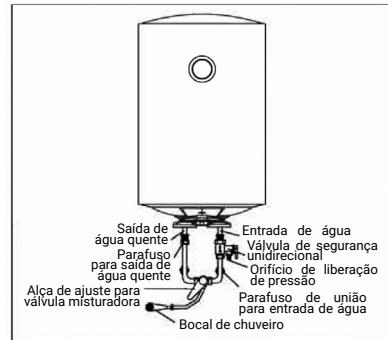

Fig. 3
- Para evitar vazamentos na conexão dos tubos, as juntas de borracha fornecidas com a garrafa térmica devem ser colocadas nas extremidades das roscas (ver Fig. 3). Garanta juntas à prova de vazamentos.